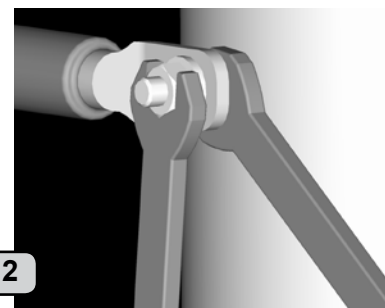

Fig. 2
In some cases (shallow installation or workboat/fishing boat only) we recommend to protect the propeller by mounting a grid in the tunnel opening (Fig. 2). It is important to keep a grid to a minimum and as streamlined for the thrusters waterflow as possible, as it will decrease the effect of the thruster. Do not circular profile steel as it will decrease thrust significantly.
I visse tilfeller (ved grunne installasjoner, fiske/arbeidsfartøy fartøy) anbefaler vi å beskytte propell og girhus ved å montere et gitter foran tunnelåpningene (Fig. 2). Det er da meget viktig å beholde strømlinjeformen, og å begrense gitteret til et minimum. Feil installasjon kan begrense skyvekraften med 10%.
- Terminals must be properly tightened. Secure/hold inner nut when tightening (Fig. 2). Tighten with max: 15 Nm/11lb/ft. The negative/minus cable (*A) connects to the A1 (-) terminal. The positive/plus cable (*B) connects to the "+" terminal.
- Det er viktig att kabelsko trekkes korrekt fast på koblingsbolt. Kontra mutter på koblingsbolt må holdes fast ved tiltrekking (Fig. 2). Minus kabelen (*A) tilkobles A1 (-) terminalen. Pluss kabelen (*B) tilkobles "+" terminalen.